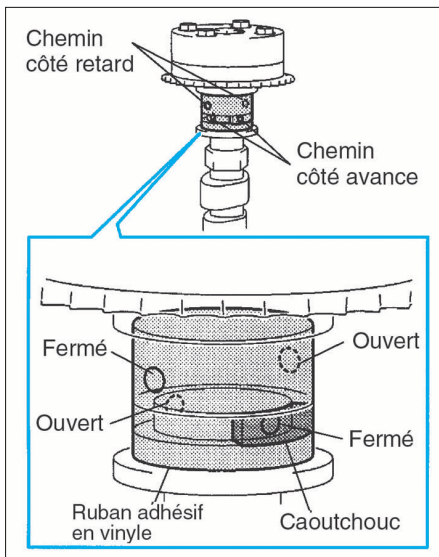

FIG. 32
- Mettre du ruban adhésif sur les 4 passages d'huile du tourillon d'arbre à cames (fig. 32).